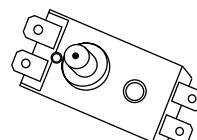

Рис. 9
6. Также воду можно слить через комбинированный предохранительный клапан (рис.9) (для этого открутите винт ручки слива комбинированного предохранительного клапана и переведите ручку слива в верхнее положение, при этом кран выхода горячей воды должен быть открыт, а кран подачи холодной воды в водонагреватель должен быть перекрыт).